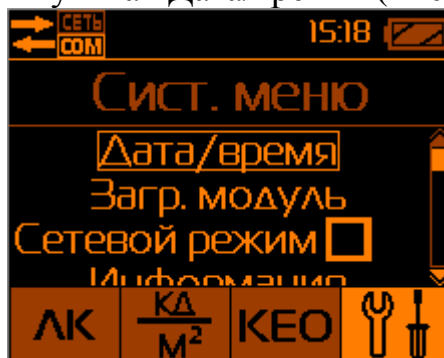

Рис.33. Системное меню блока отображения информации.
2.3.7.3. Установка или корректировка текущего времени и даты в блоке отображения информации осуществляется выбором пункта меню «Системное меню» и в нём пункта «Дата/время» (Рис.33).